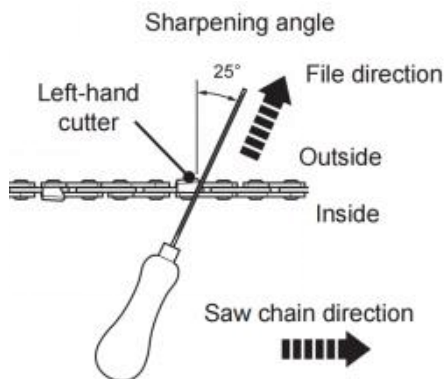

Fig. 74
5. Fila i en vinkel vinkelrätt mot stången och i en vinkel på 25° mot färdriktningen (fig. 74).